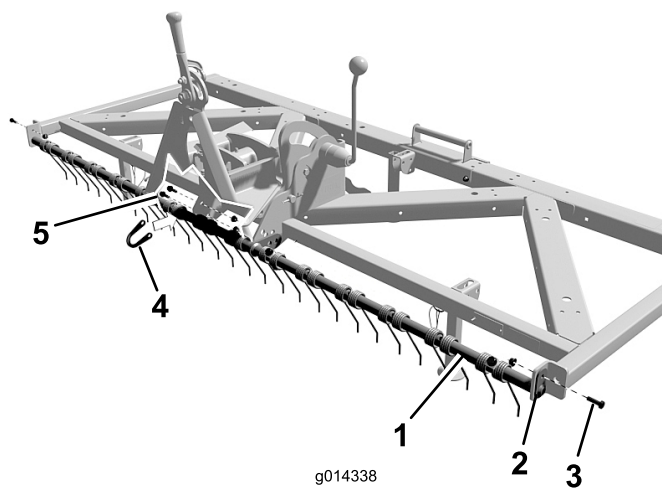

Bild 7
1. Befestigen Sie jedes Ende des Federzinkenhalters mit einem Stift und einer Schraube (5/16 x 1 Zoll) vorne an jedem Ende des Rasengroomer. Positionieren Sie den Federzinkenhalter wie in Bild 7 dargestellt.
2. Befestigen Sie den Federzinkenhalter mit einer Befestigungshalterung und zwei Schrauben (5/16 x 1 Zoll) am Rasengroomer (Bild 7).